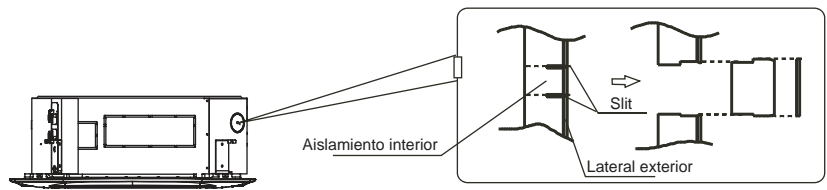

Fig.5-4
- Cortar el aislamiento interior del equipo con un cutter. (ver Fig.5-4)